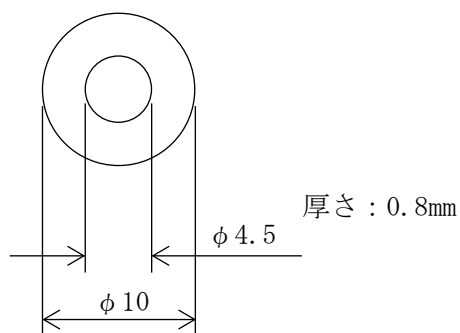

図 3-18 ワッシャー(M4 用)の寸法図
- ワッシャー(M4 用) × 4 個 (図 3-18 参照 お客様にてご準備ください。)